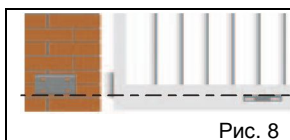

Рис. 8
- Нижний край заднего кронштейна следует выровнять относительно верхнего края переднего кронштейна (рис. 8)